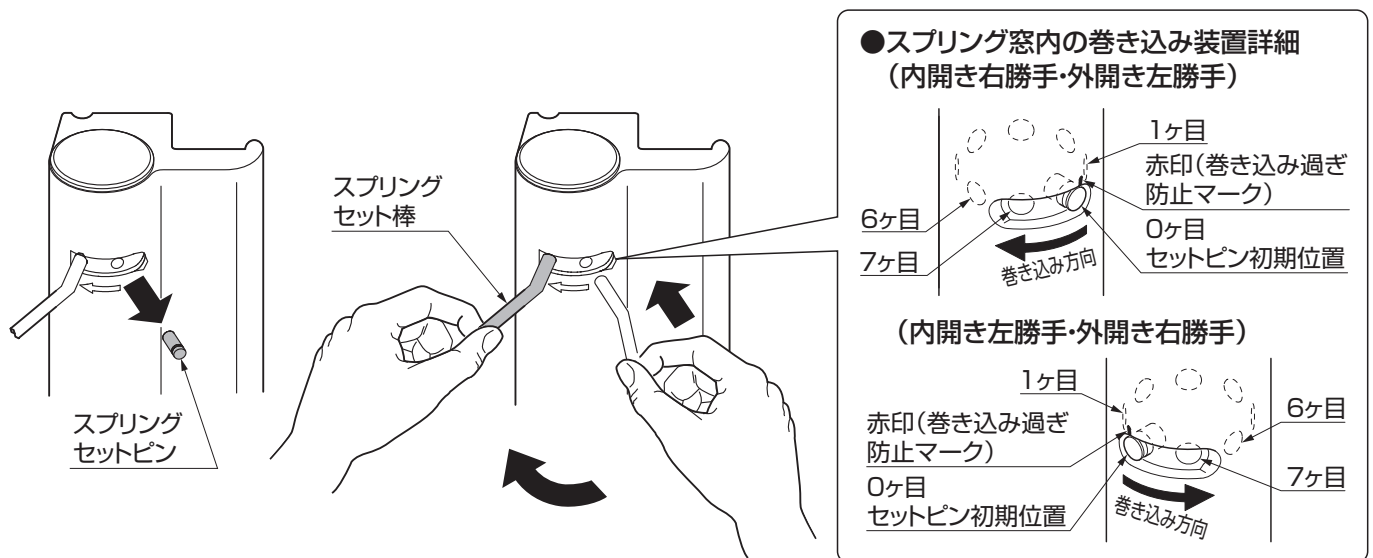

図5-2 スプリング巻き込み方法
③巻き込み方法は、図5-2のようにピン挿入孔にスプリングセット棒2本を順次差込み巻き込みます。
④表5-1に従い、定められた巻き込み量を巻き込んでください。